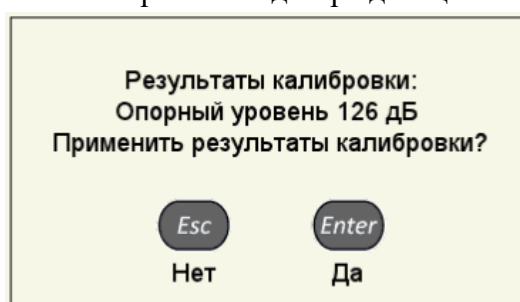

Рисунок 57
– нажать клавишу . Откроется подтверждающее окно (рисунок 57).